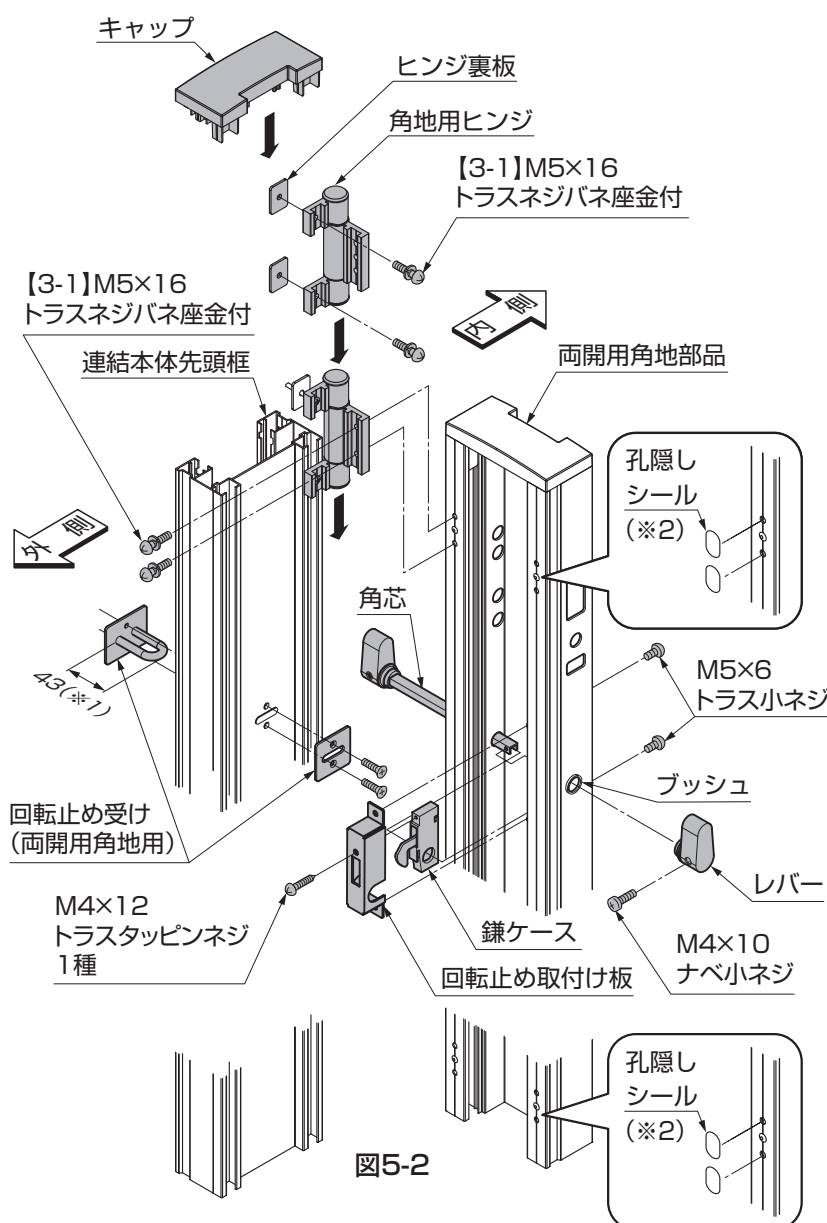

図5-2
- ②連結本体先頭框の内側のスリット部分に角地用ヒンジを2個挿入し、両開用角地部品に固定してください。(図5-2参照)
- ③連結本体先頭框の上端と両開用角地部品の上端を合わせ、連結本体先頭框に【3-1】で固定してください。(図5-2参照)
- ④回転止め受け(両開用角地用)のネジを外し、連結本体先頭框にはさむように取付けてください。(図5-2参照)
- ⑤回転止めの錠ケースと回転止め取付け材をM4×12トラストッピンネジ1種で取付け、両開用角地部品にM5×6トラス小ネジで固定してください。(図5-2参照)
- ⑥ブッシュを両開用角地部品にはめ込み、回転止めの角芯(レバー付き)を、両開用角地部品と錠ケースに差込み、反対側のレバーをM4×10ナベ小ネジで固定してください。
- ⑦(1)で外した連結本体先頭框のキャップを取付けてください。(図5-2参照)
- ⑧ヒンジを取付けない取付け孔は孔隠しシールでふさいでください。(図5-2参照)